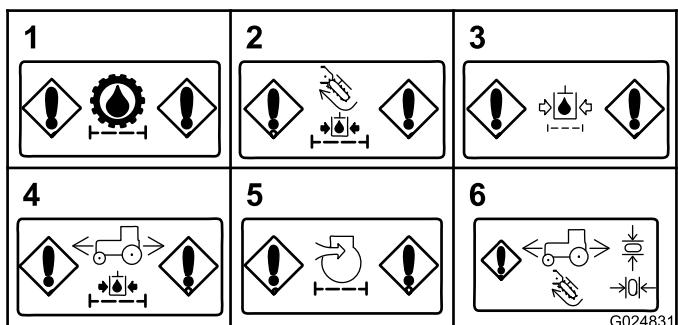

Figura 35
- **Restrição do filtro de carga hidráulica (acessórios)** – Esta mensagem será exibida se o filtro de carga do circuito hidráulico dos acessórios estiver restrito (Figura 35).
- **Restrição do filtro de retorno hidráulico** – Esta mensagem é exibida se o filtro de retorno hidráulico estiver restrito (Figura 35).
- **Restrição do filtro de carga hidráulica (motor de tração)** – Esta mensagem é exibida se o filtro de carga do motor de tração estiver restrito (Figura 35).
- **Restrição do filtro de ar (motor)** – Esta mensagem é exibida quando o filtro de ar exigir reparo (Figura 35).
- **Retorno ao indicador Neutro** – Este indicador é exibido se você tentar uma operação que exija o retorno do joystick ou do pedal de tração até a posição Neutro. Retorne o joystick ou o pedal de tração até a posição Neutro antes de continuar com a operação (Figura 35).
- **Restrição do filtro de carga hidráulica (transmissão)** – Esta mensagem será exibida em caso de restrição do filtro de carga hidráulica da transmissão (Figura 35).